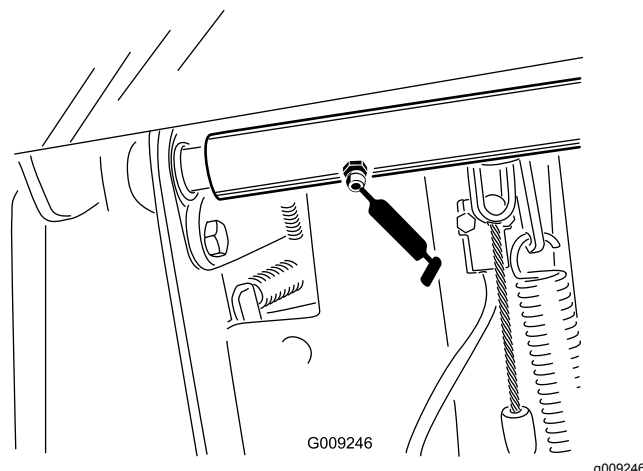

Figure 56
- 2 roulements d'axe de pivot de la pédale de frein (Figure 56)